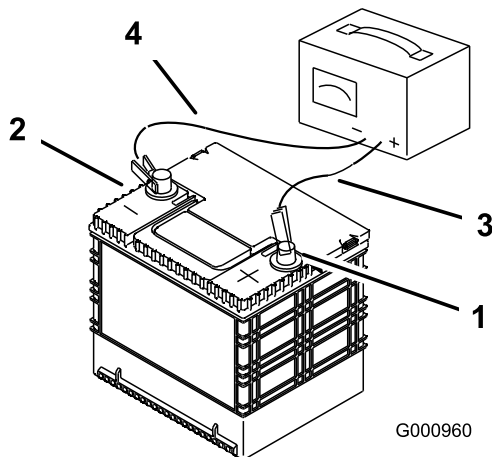

Figure 50
2. Quand la batterie est chargée au maximum, débranchez le chargeur de la prise, puis débranchez les fils du chargeur des bornes de la batterie (Figure 50).